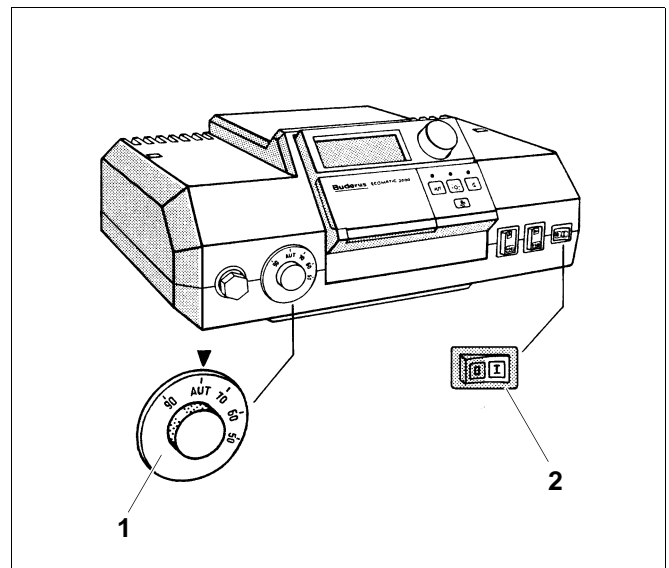
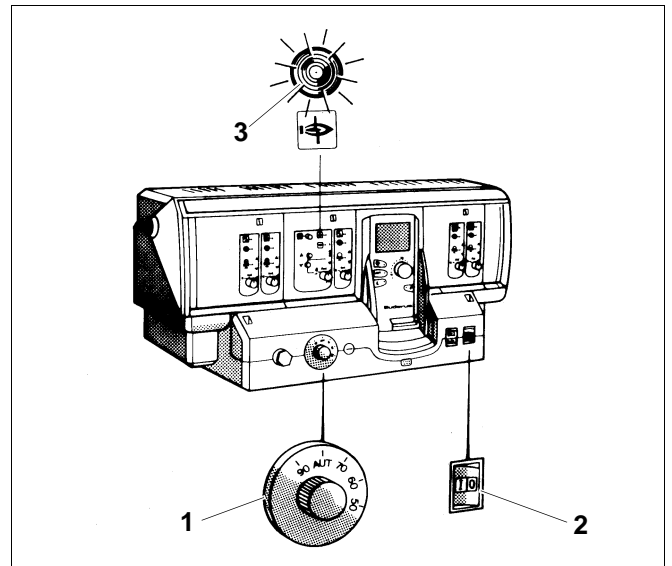

Abb. 1 Regelgerät Logamatic 2101/07
Abb. 2 Regelgerät Logamatic 4211
- Schalter Betrieb (Abb. 1, **Pos. 2**, Abb. 2, **Pos. 2**) in Stellung "I (EIN)" stellen.
- Kesselwasser-Temperaturregler (Abb. 1, **Pos. 1**, Abb. 2, **Pos. 1**) auf AUT stellen (außentemperaturgeführte Regelung; Werkseinstellung).
- Schalter Betrieb (Abb. 1, **Pos. 2**, Abb. 2, **Pos. 2**) in Stellung "0" (AUS) stellen.
Bei einer Brennerstörung leuchtet die Signalleuchte am Brenner bzw. am Regelgerät auf (Abb. 2, **Pos. 3**) oder wird im Display angezeigt.